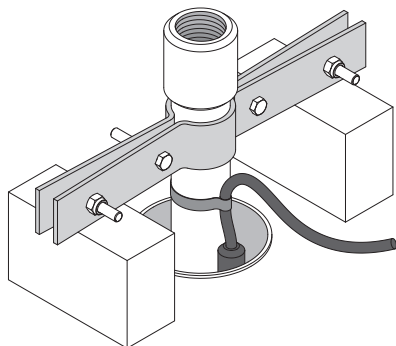

Fig. 7.5 - Para más detalles consulte la página 401
- Es aconsejable conectar primero un trozo corto de tubo a la boca de impulsión de la bomba, fijando a él el cable de alimentación eléctrica. En el otro extremo, bajo el manguito o la brida de acoplamiento, fije un soporte de apoyo (Fig. 7.5).